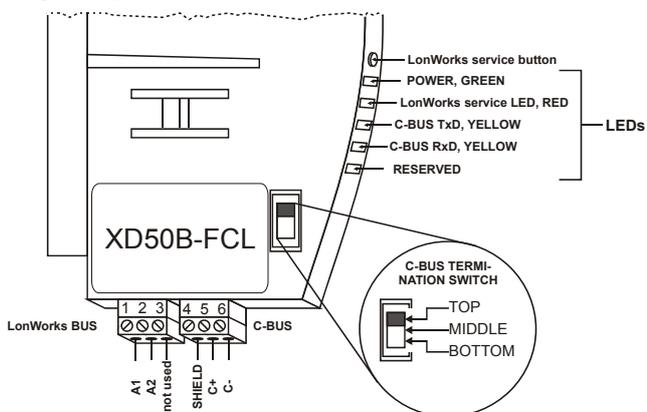

Рис. 35. Модуль приложений XD50B-FCL
Модуль прикладных задач XD50B-FCL (см. Рис. 35) оборудован переключателем, который может использоваться для установки согласованной нагрузки для шины C-Bus в соответствии со скоростью передачи данных.
3. Подключите экран кабеля к клемме 4 шины C-Bus (см. рис.35).
4. Подключите кабель C+ к клемме 5 шины C-Bus (см. рис.35).
5. Подключите кабель C- к клемме 6 шины C-Bus (см. рис.35).